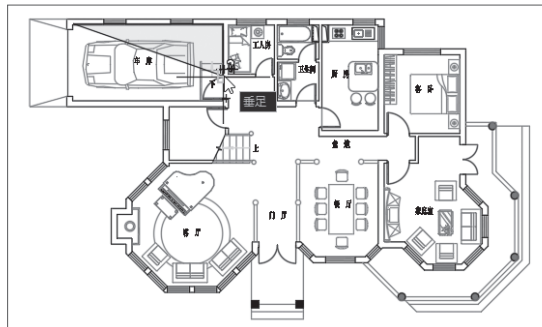

图 2-34
**步骤 03** 向右移动光标，沿着墙体指定右上角第2个测量点。向下移动光标，指定墙体第3个测量点，如图2-34所示。